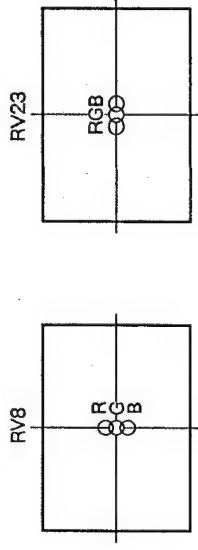

図 1-11
2. DC 基板の RV23 と RV8 にて画面中央部で赤・緑・青のドットが重なるように調整する。(図1-11 参照)